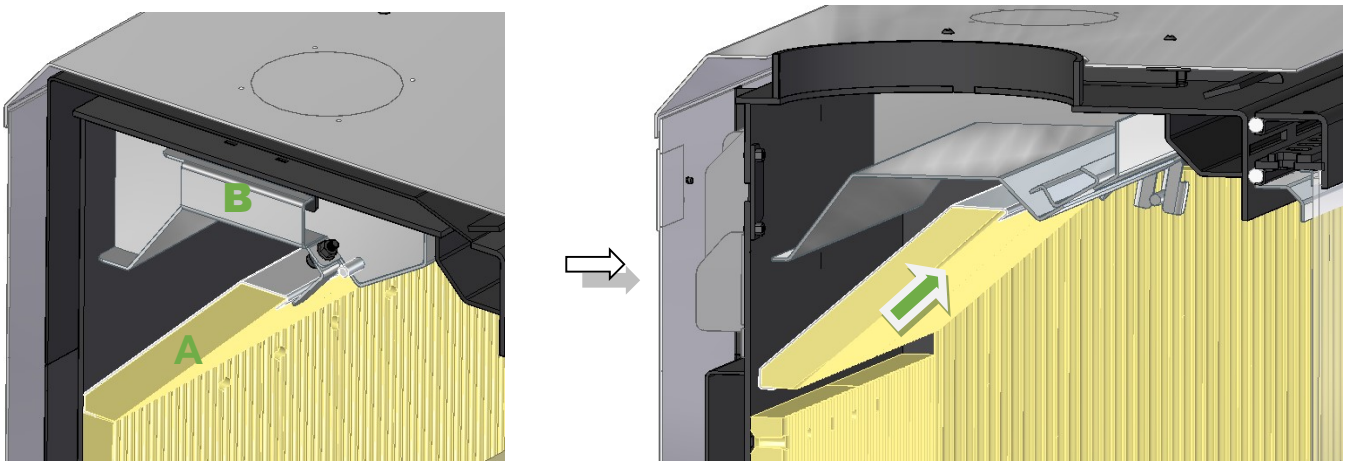
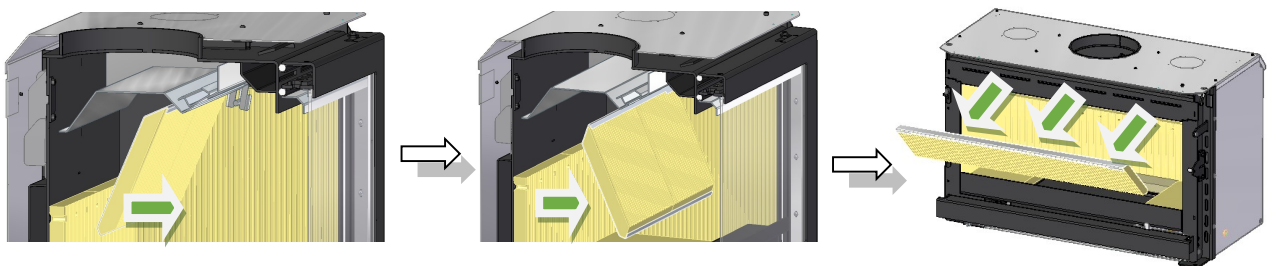

Figura 35 – Desmontaje del deflector de humos
Figura 36 – Desmontaje del deflector de humos
1. Abra la puerta y retire el deflector de humos (A). Para ello, coloque sus manos sobre el deflector y mueva el deflector hacia arriba, o gire las lengüetas de soporte hacia un lado, luego mueva la parte inferior del deflector hacia usted y retire el deflector, ver Figura 35 y Figura 36.